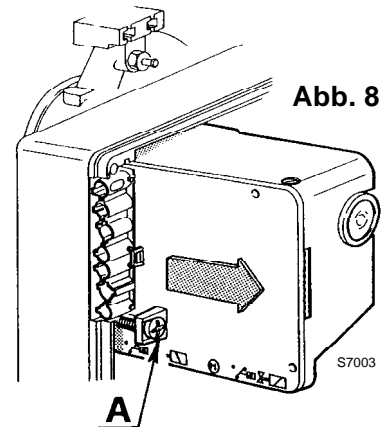

Abb. 8
Um das Steuergerät vom Brenner abnehmen zu können, müssen die Steckverbindungen zu allen Komponenten, der 7-polige Stecker, der Verbinder (C) sowie das Erdungskabel (H) und dann die Schraube (A, Abb. 8) gelöst werden.